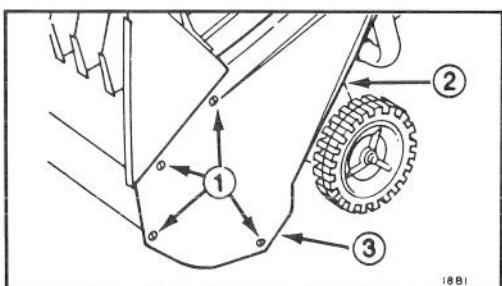

Abb. 8
2. Schrauben, Sicherungsmuttern und Kopfschraube mit Unterlegscheibe lösen (Abb. 8). Riemenverkleidung abnehmen.
AUSWECHSELN DES ANTRIEBSRIEMENS (Abb. 8, 9 & 10)